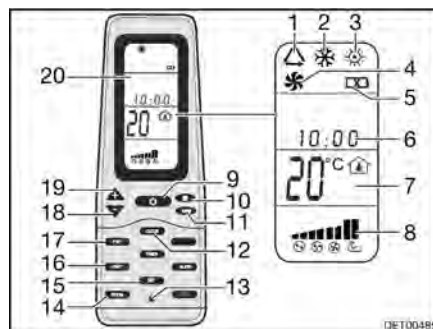

Fig. 141 Télécommande
- Appuyer sur la touche ON/OFF (Fig. 141,9).
- Appuyer sur la touche "Mode" (Fig. 141,11) autant de fois que nécessaire pour que le mode de fonctionnement souhaité (Fig. 141,1, 2, 3 ou 4) s'affiche à l'écran (Fig. 141,20).
- Régler la température désirée à l'aide des touches "+" (Fig. 141,19) et "-" (Fig. 141,18).
- Sélectionner le niveau de ventilation souhaité à l'aide de la touche de vitesse du ventilateur (Fig. 141,10).